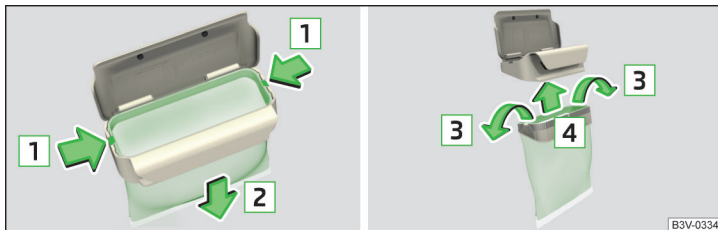

Abb. 94 Beutel ersetzen
- Die beiden Rastnasen am Rahmen in Pfeilrichtung **1** abdrücken » Abb. 94.